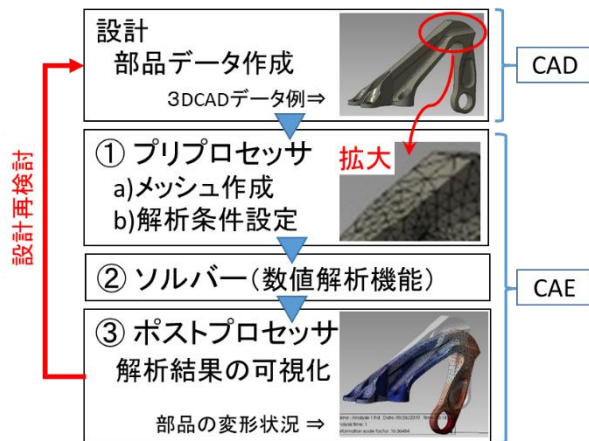

図 1 CAD・CAEの処理の流れ
構造解析CAEではCADによる設計データを①細かい要素に分割するメッシュ作業や材料の物性値等の解析条件を設定するプリプロセッサ、②解析計算を行うソルバー、③解析結果の可視化を行うポストプロセッサの3工程で解析し、目標性能を満たすまで設計を修正します (図 1)。